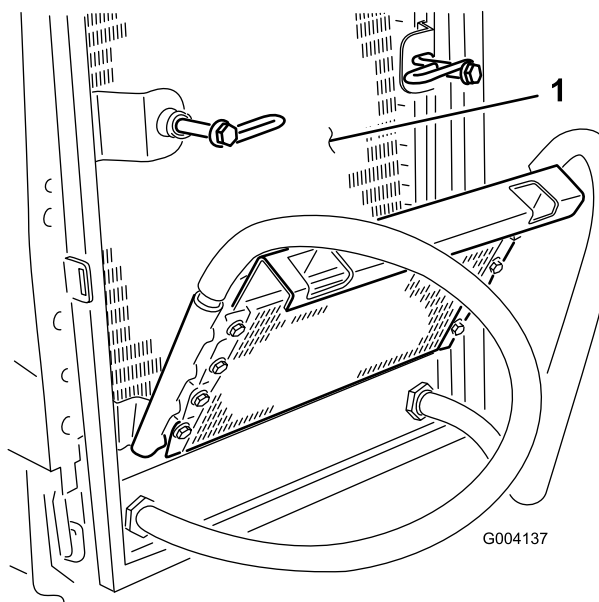

Figure 50
- Nettoyez soigneusement les deux côtés du refroidisseur d'huile et du radiateur (Figure 50) à l'air comprimé.